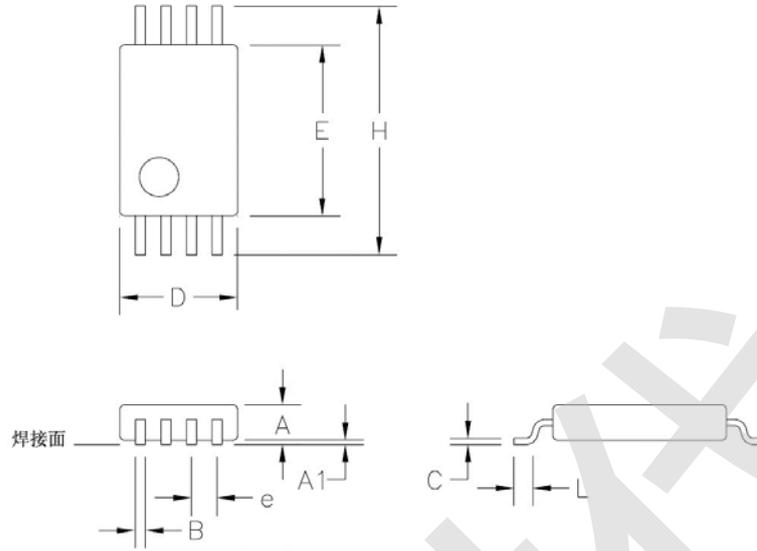

图 22 TSSOP-8
- TSSOP8——8脚塑料小形封装，请参见图 22。
表 34 图 22 的尺寸说明